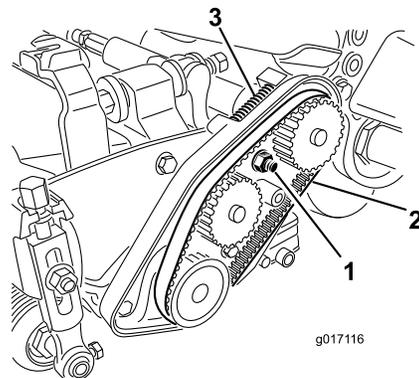

图 45
A. 松开轴承座安装螺母图 45。
- C. 清除皮带舱内部和压缩弹簧周围的任何杂物 (图 45)。